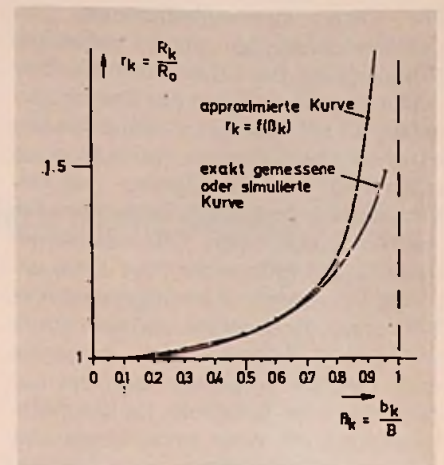

Bild 6. Nach Gl. (5) approximierte und gemessene Trimmcharakteristik
wie sie in Bild 6 als gestrichelte Kurve dargestellt ist. Der Parameter τ ergibt sich durch Gleichsetzen beider Kurven im Punkt $\beta_K = 0,5$. Die Auswertung von Meßwerten gemäß der Beziehung $\tau = r_K(\beta_K = 0,5) - 1$ (6)
Nach dem Vergleich der approximierten und gemessenen Kurve in Bild 6 erkennt man, daß r_K beim Benutzen von Gl. 5 nur geringfügig zu groß ermittelt wird; das ist aber im Hinblick auf den notwendigen Zuschlag unkritisch.